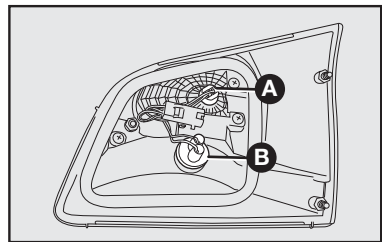

fig. 43
A-fig. 43: Luz de posição traseira.
B-fig. 43: Luz de marcha a ré.
2) Para substituir a lâmpada da luz de posição, puxar o porta-lâmpada **A-fig. 43** e puxar a lâmpada fixada a pressão. Em seguida, substituir a lâmpada e recolocar o porta-lâmpada.
3) Para substituir a lâmpada da luz de marcha a ré, girar no sentido anti-horário o porta-lâmpada **B-fig. 43** e puxar a lâmpada fixada a pressão. Em seguida, substituir a lâmpada e recolocar o porta-lâmpada, girando-o no sentido horário.